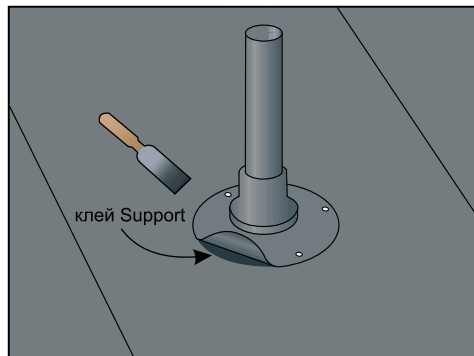

Рис. 25
- Втулка с соединительным фланцем насаживается на трубу, крепится к подкладочному коври и прибивается 4-5 гвоздями к настилу, что предотвращает ее соскальзывание вниз (рис.25);